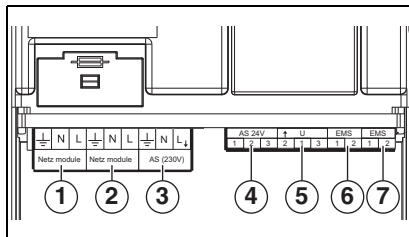
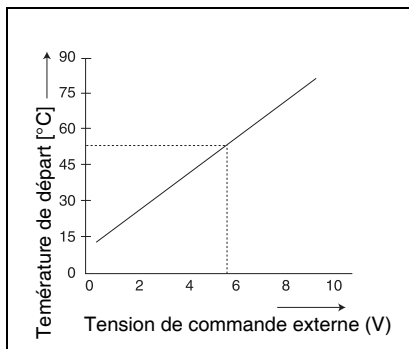

Fig. 2 Raccordements
Fig. 3 Diagramme 0 - 10V
a) Le raccordement AS 24V (→ fig. 2, [4]), il s'agit ici d'un contact inverseur isolé pour basse tension jusqu'à 24 V. Ce signal de défaut peut être lu par un système de gestion automatisée du bâtiment, par exemple.
b) Le raccord AS 230V (→ fig. 2, [3]), celui-ci permet de commander un klaxon ou une lampe d'alarme, par exemple. Dans le cas d'un défaut, ce raccord est sous une tension de 230 VCA.
Le module EM10 peut être utilisé comme interface entre la chaudière et un système de gestion automatisée du bâtiment par exemple. A l'aide d'un signal 0-10 VCC (→ fig. 2, [5]), il est possible de réaliser une commande par la température de départ ou la puissance (→ fig. 3).
Cette régulation est activée lorsque vous pontez les blocs de jonction 1 et 3 (→ fig. 2, [5] et le schéma électrique à la page 47). Le module EM10 transmet le signal 0-10 V à une consigne de puissance. Il s'agit ici d'un rapport linéaire, voir tabl. 2.